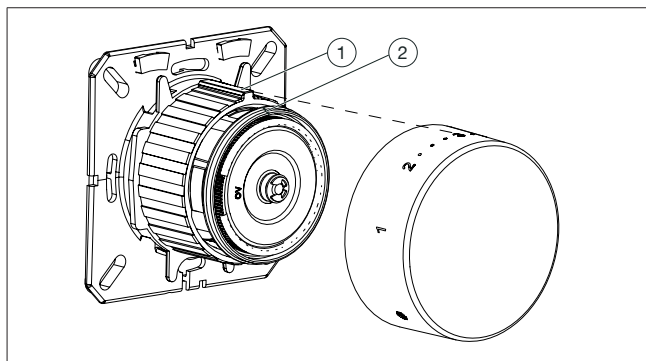

Fig. 2: Montage de la poignée manuelle
3. Ensuite tournez vers la gauche jusqu'à ce que le marquage d'ajustage sur le capteur soit en face de l'ergot de butée (voir Fig. 2 en page 31).
4. Remontez la poignée manuelle. Le chiffre « 3 » doit se trouver en face de l'ergot de butée (voir Fig. 2 en page 31).